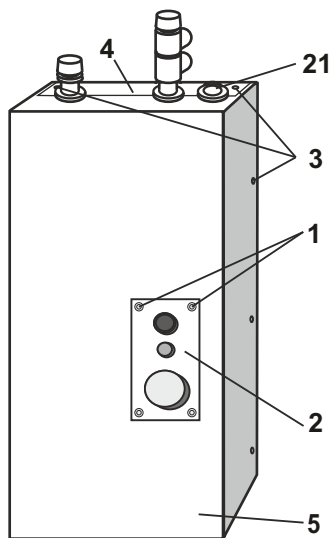

Рисунок 1
Рисунок 1а
Рисунок 1б
4.1 Для подключения водонагревателя и ремонтно-профилактических работ необходимо снять кожух согласно рис.1, 1а, 1б. Для этого следует утопить надавливанием до щелчка центральные части крепежных клипс (1) и извлечь их, извлечь панель управления (2) из окна, развернуть ее перпендикулярно прибору (см. рис. 1а) и ввести её через проём во внутренний объём прибора, наклоня влево-вправо по мере опускания (см. рис 1б). После этого отвернуть самонарезающие винты (3) с брызгозащитной панели (4) и снять ее. Отвернуть самонарезающие винты (3) с боковых поверхностей кожуха (5) и снять кожух.
4.7 Для предотвращения попадания брызг на клеммник подключение питающего кабеля осуществляется через гермоввод (уплотнительную манжету) (21) (рис. 1). На патрубках также установлены уплотнительные манжеты.